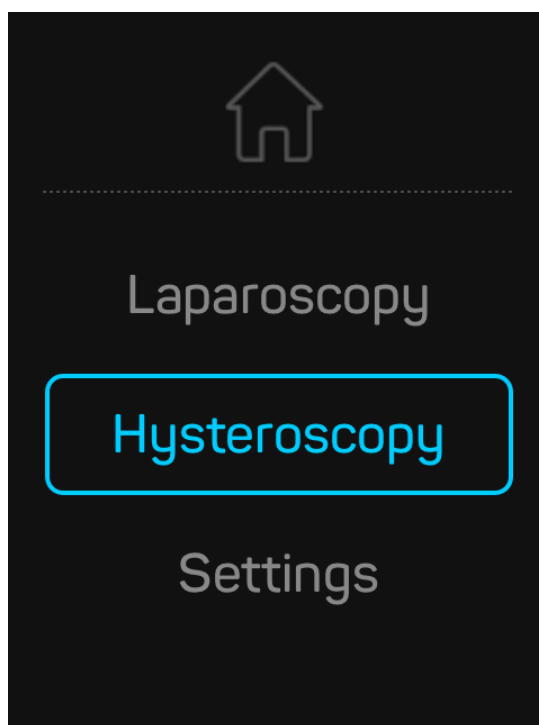

Figura 8 - Menu de boas-vindas
- ☒ Verifique se o menu de boas-vindas aparece no monitor (consulte Figura 8).